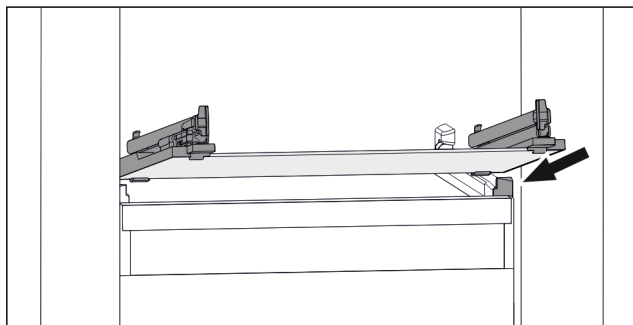

Fig. 124 Primjerni prikaz staklene ploče
- Stavite ladicu ukoso iza zaustavljača. (pogledajte Fig. 124)